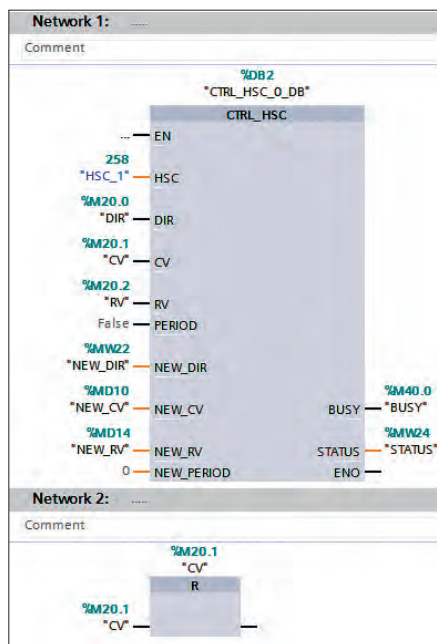

Рис. 15. Основной программный блок ОВ1
5. Наконец, создадим основную программу (*OBI*), которая будет работать в цикле ПЛК и задавать параметры блока управления высокоскоростным счётчиком (рис. 15). Также необходимо осуществить сброс переменной *CV* после